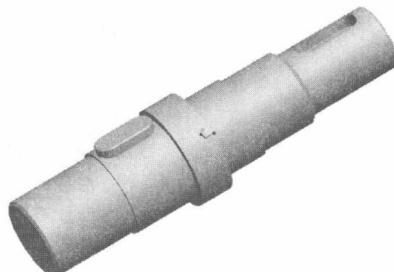

图 1.14 装配键
**STEP 11** 再次单击【放置】按钮，关闭【放置】上滑面板。单击按钮，确认将零件插入。完成后的效果如图 1.14 所示。